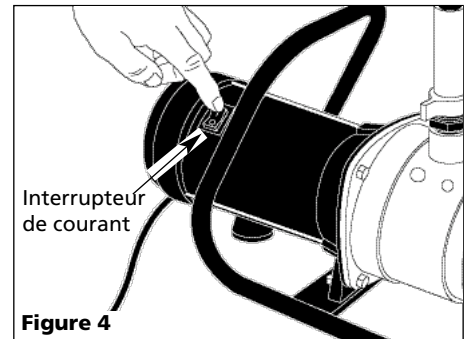

Figure 4
4. Placer l'interrupteur de la pompe à la position 'On' (marche) (voir figure 4). Si la pompe ne pompe pas